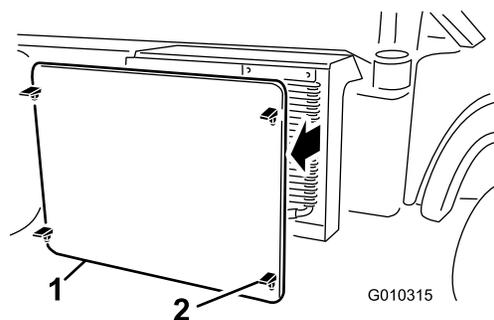

Рисунок 68
5. Расфиксируйте защелки и снимите решетку радиатора с передней стороны радиатора (Рисунок 68).